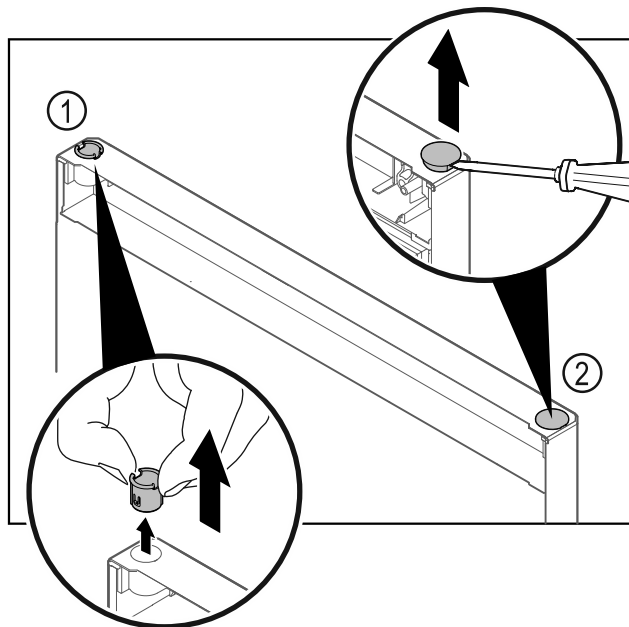

Fig. 26
- Izvelciet ar pirkstiem eņģes ieliktni Fig. 26 (1).
- Paceliet uzmanīgi ar plakano skrūvgriezi un izvelciet ārā nosedzošo aizbāzni Fig. 26 (2).